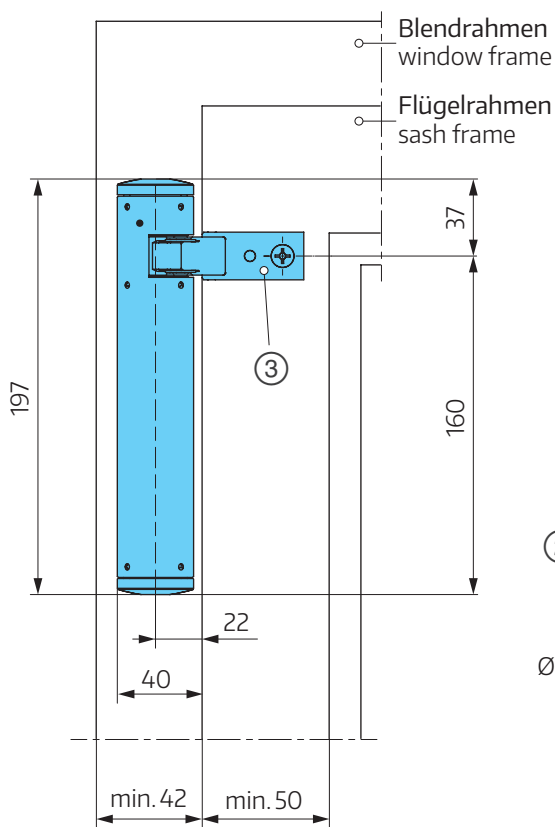
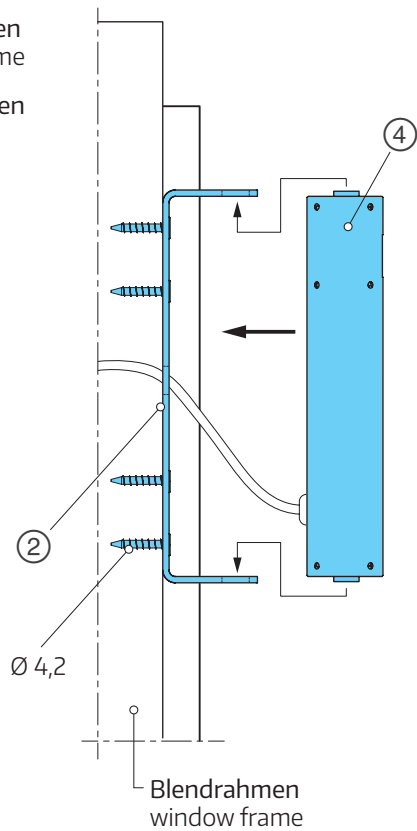
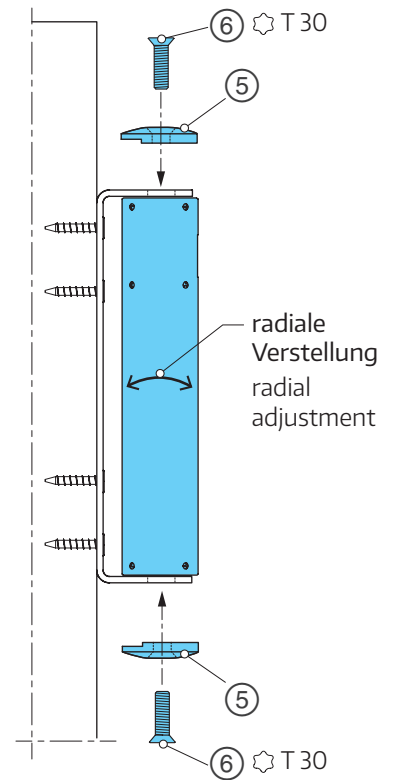
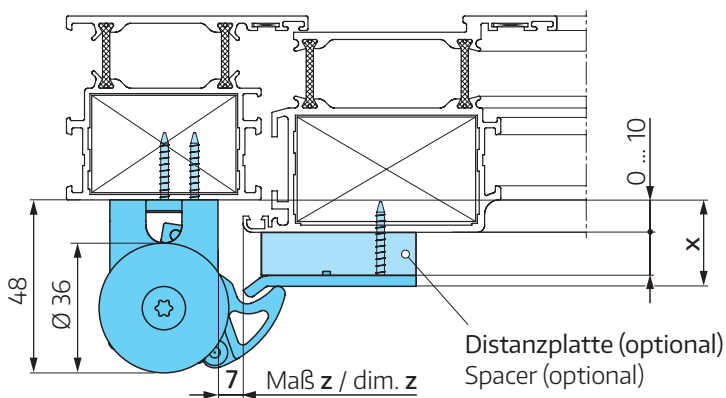

Abb. 3 | fig. 3
Abb. 4 | fig. 4
Abb. 5 | fig. 5
Abb. 8 | fig. 8 ... am Aluminiumrahmen | at aluminium frame
Halter ② auf den Blendrahmen (Abb. 4) und Druckstück ③, ggf. inkl. Distanzplatte (Abb. 8) mit Schrauben Ø 4,2 auf den Fensterrahmen montieren (Abb. 3).
Gehäuse ④ in den Halter ② einsetzen (Abb. 4), je einen Deckel ⑤ stirnseitig aufstecken (Einbaulage beachten) und mit Schrauben innensechsrund ☆ T 30 ⑥ befestigen; riegelseitig ist Linksgewinde (Abb. 5).
Andruck (radiale Verstellung) im ausgefahrenen/verriegelten Zustand einstellen (Abb. 5):
Fasten bracket ③ onto the window frame (fig. 4) and thrust piece ③, possibly incl. spacer (fig. 8) with screws Ø 4,2 onto the sash frame (fig. 3).
Install housing ④ into the bracket ② (fig. 4), attach one end cover ⑤ each per face side (observe mounting orientation) and fasten with star socket screws ☆ T 30 ⑥, latch side is left-hand thread (fig. 5).
Adjustment of pressure (radial adjustment) in extended/locked state (fig. 5):